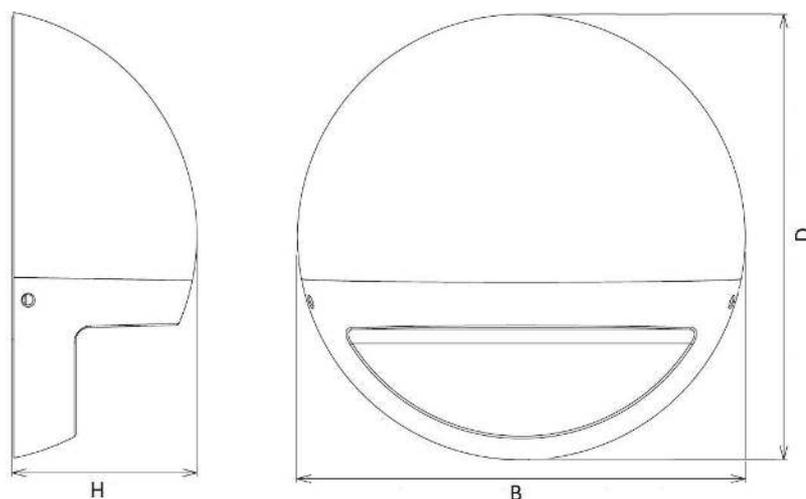

Рисунок 1 - Общий вид, габаритные размеры светильника ДБО06.
2.8 Масса и габаритные размеры светильника приведены в таблице 2 и рис. 1.